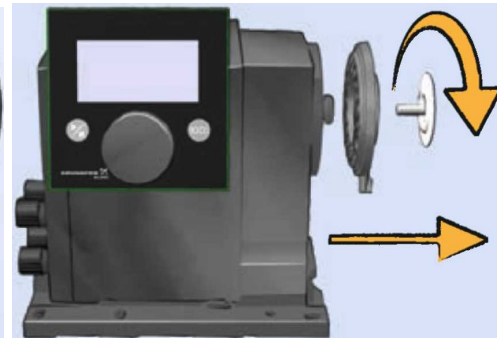

Abb. 27: Dosiermembrane demontieren
- ➔ Die Dosiermembrane abschrauben (⤵) und mit Flansch abnehmen (siehe Abb. 27).